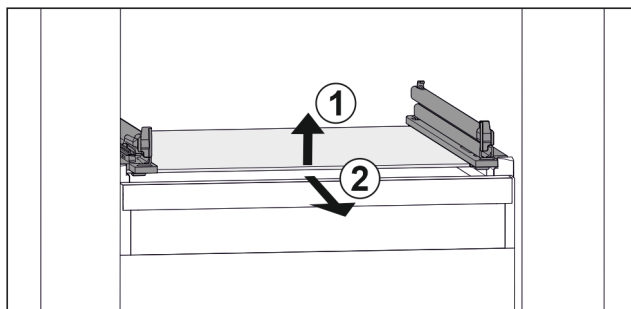

Fig. 160 Reprezentare exemplificativă a plăcii de sticlă
- ▶ Ridicați placa de sticlă din față. Fig. 160 (1)
- ▶ Extrageți placa de sticlă spre înainte. Fig. 160 (2)